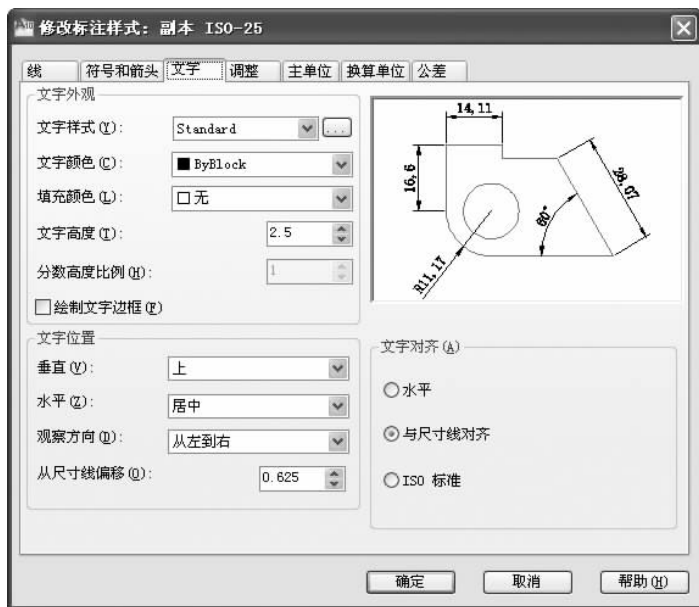

图 6-24 “修改标注样式”对话框中的“文字”选项卡
- “文字”选项卡(如图 6-24 所示):设置尺寸文字的外观、位置和对齐方式。